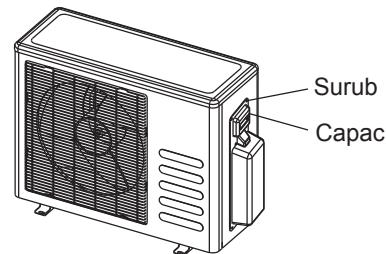

Fig.61
1. Demontați capacul panoului de control de pe unitatea exterioară (Fig. 61).